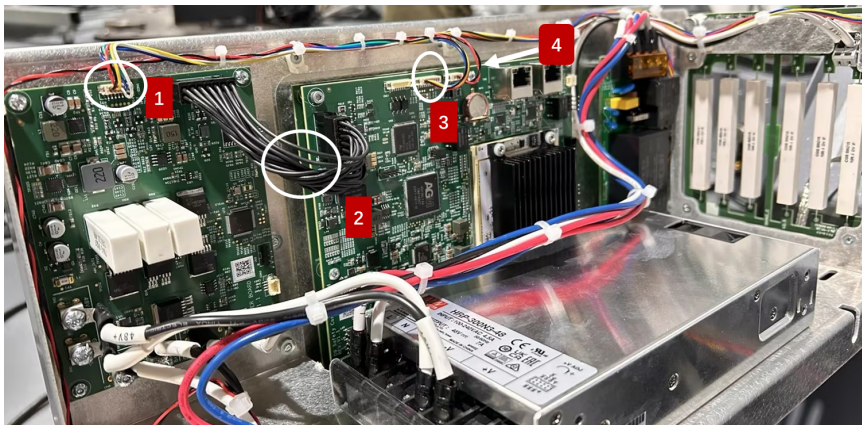

图 3-27: 电源板、刹车板到 Safety I/O 的线缆位置
6. 断开刹车板到电源板上的线缆，即图 3-27 中的 1（刹车板信号控制线）；